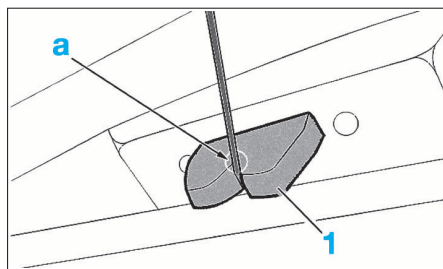

FIG. 88
- Verrouiller la serrure de coffre (1) à l'aide d'un tournevis en (a) (Fig.88).